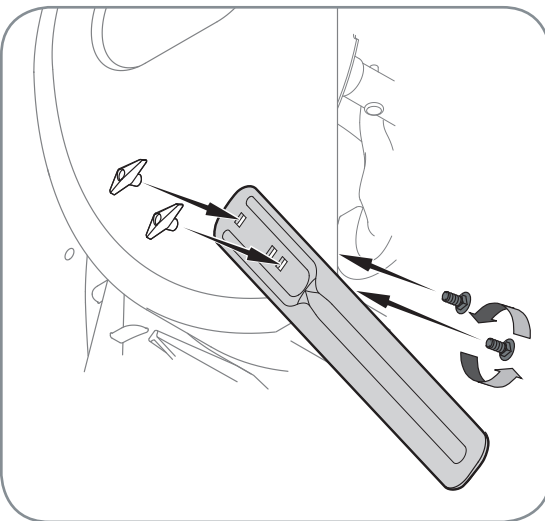

Figure 9
- Enlevez les boulons ordinaires en dévissant les écrous à six pans qui maintiennent les barres de coupe en place et positionnez-les correctement avant d'utiliser la souffluse. Voir la Figure 9.